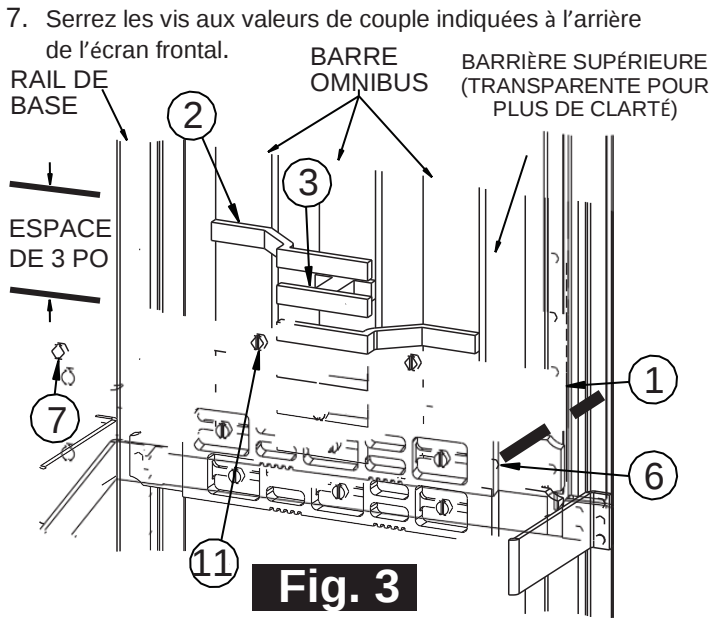

Fig. 3
6. Reportez-vous à la Fig. 3 :